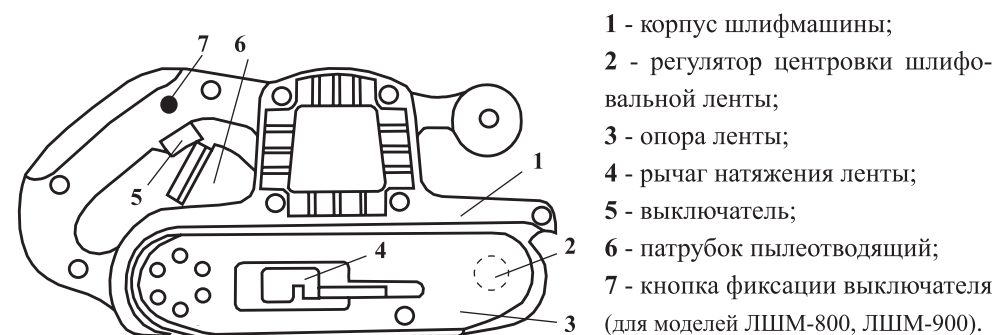

рис. 1
Общий вид шлифмашины схематично представлен на рис. 1:
6.3 Установка ленты производится на отключённой от электросети шлифмашине. Для замены и установки ленты - вытяните рычаг (п.4 рис.1) механизма натяжения из гнезда в корпусе, наденьте ленту на ролики и, вернув в исходное положение, произведите натяжение ленты.
7.1 После установки шлифленты можно приступать к выполнению работ. Включите шлифмашину и отрегулируйте сбег ленты с роликов. Движущаяся лента не должна выходить за пределы опоры (п.3 рис.1).